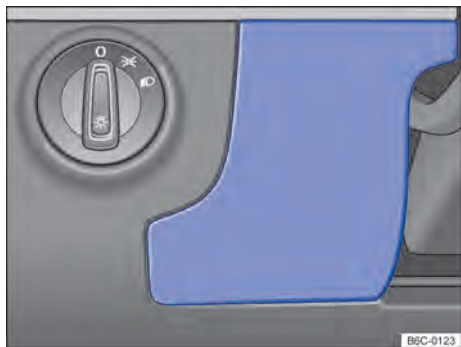

Fig. 143 No lado do condutor do painel de instrumentos: cobertura da caixa de fusíveis.
- Segurar a cobertura da caixa de fusíveis → Fig. 143 e puxar para frente.